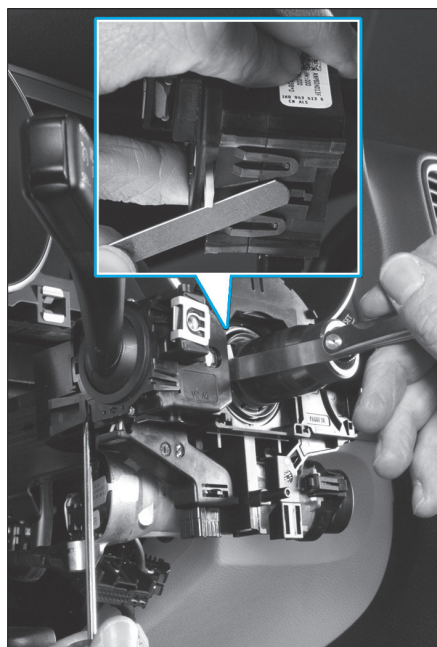

Fig. 27
- Se munir d'un petit tournevis pour dégrafer l'arrière du commodo et d'une jauge d'épaisseur de 1 mm pour appuyer sur l'ergot latéral de maintien. Extraire le commodo en tirant vers soi puis répéter l'opération pour le second commodo (**Fig.27**).